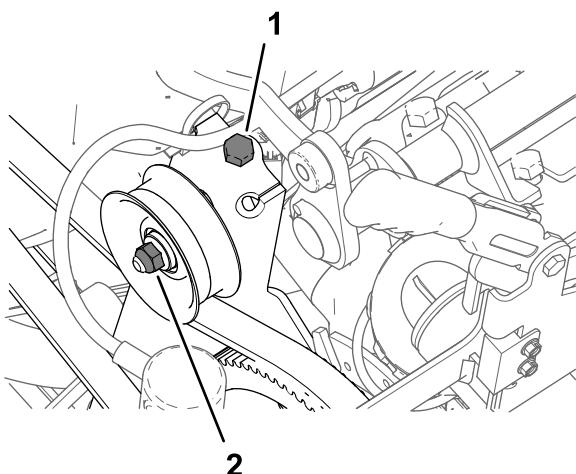

Figura 178
1. Desaperte a porca do eixo da polia intermédia (Figura 178).
2. Rode o parafuso de tensionamento da correia para remover a tensão da correia da bomba do pulverizador (**Figura 178**).